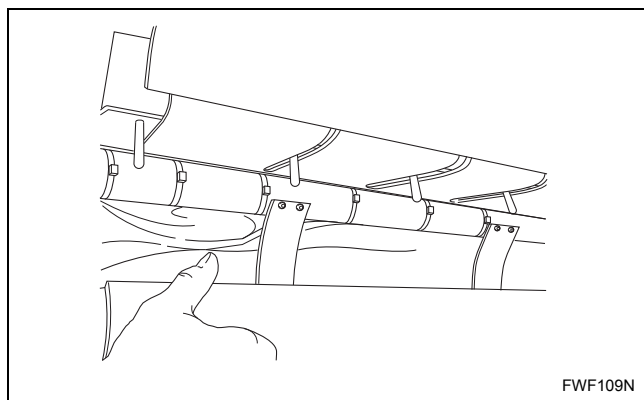

Figura 8
- a. Remova o papel protector da parte de baixo da mesa de alimentação. Consulte a *Figura 8*.